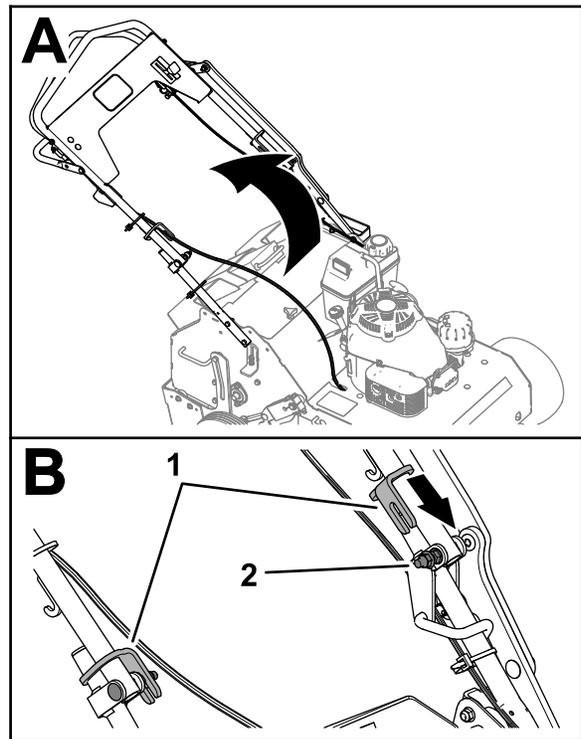

Рисунок 22
1. Разложите рулевую рукоятку (Рисунок 22).